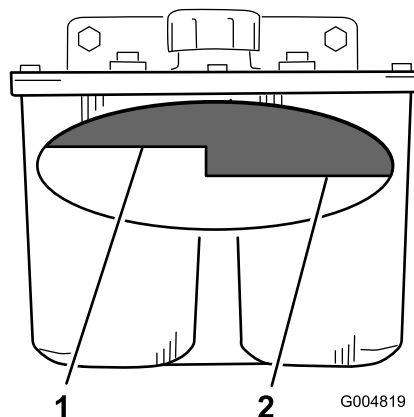

Figura 97
3. Pulite l'area attorno al collo di riempimento del serbatoio idraulico (Figura 97).
4. Rimuovete il tappo dal collo di riempimento e osservate all'interno per controllare se è presente del fluido nel serbatoio (Figura 97).
- Nota:** Quando è caldo, il fluido deve raggiungere la parte superiore del livello a caldo sul diaframma (Figura 97).